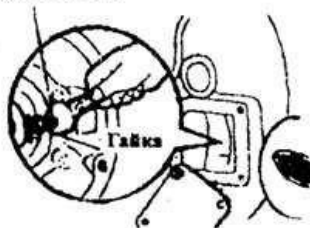

Рис.6. Регулировка зазора между отжимным кольцом и выжимным подшипником.
- необходимо открыть правый люк корпуса муфты сцепления, отвернуть контргайки, отрегулировать три установочные гайки последовательно-затяните гайки на болтах для уменьшения зазора, и отверните их для увеличения зазора. После регулировки проверите повторно зазор щупом и законтрите боты (Рис.6).